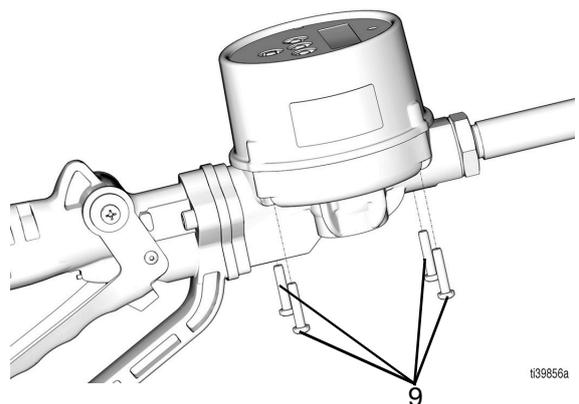

FIG. 38
4. Quite los cuatro tornillos (9) (FIG. 38).
20. Vuelva a poner los cuatro tornillos (9) y apriete a un par entre 1,69 y 2,82 N•m (15 y 25 lb-pulg.), consulte la FIG. 38 en la página 18.